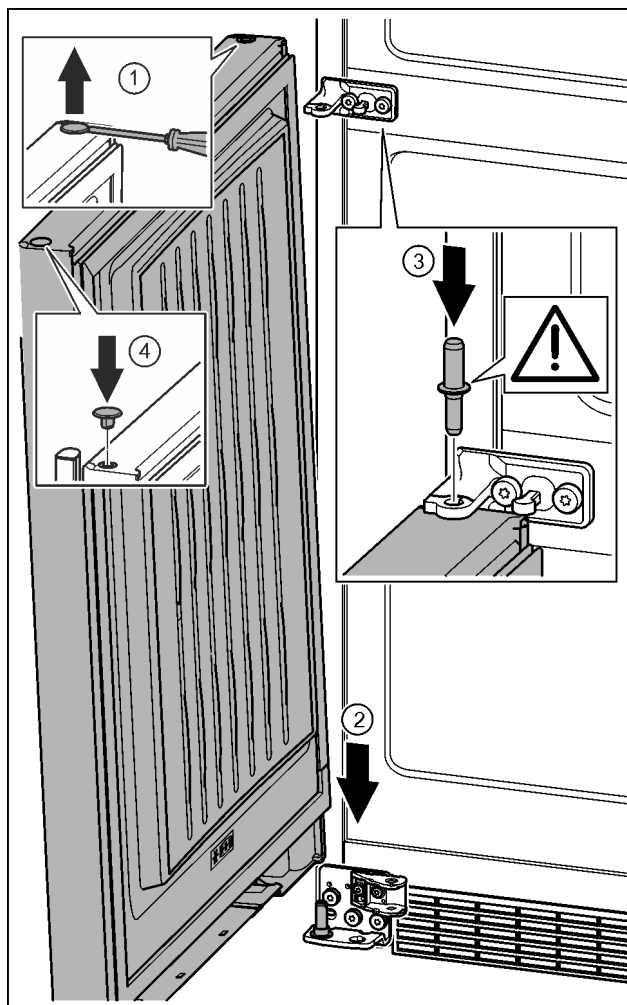

Fig. 35
- Stopfen vorsichtig mit einem Schlitzschraubendreher anheben und herausziehen. Fig. 35 (1)
- Tür von oben auf den unteren Lagerbolzen aufsetzen. Fig. 35 (2)
- Lagerbolzen Mitte durch Lagerbock Mitte in die untere Tür einsetzen. Dabei darauf achten, dass der Rastnocken nach hinten zeigt. Fig. 35 (3)
- Stopfen auf der anderen Türseite wieder einsetzen. Fig. 35 (4)